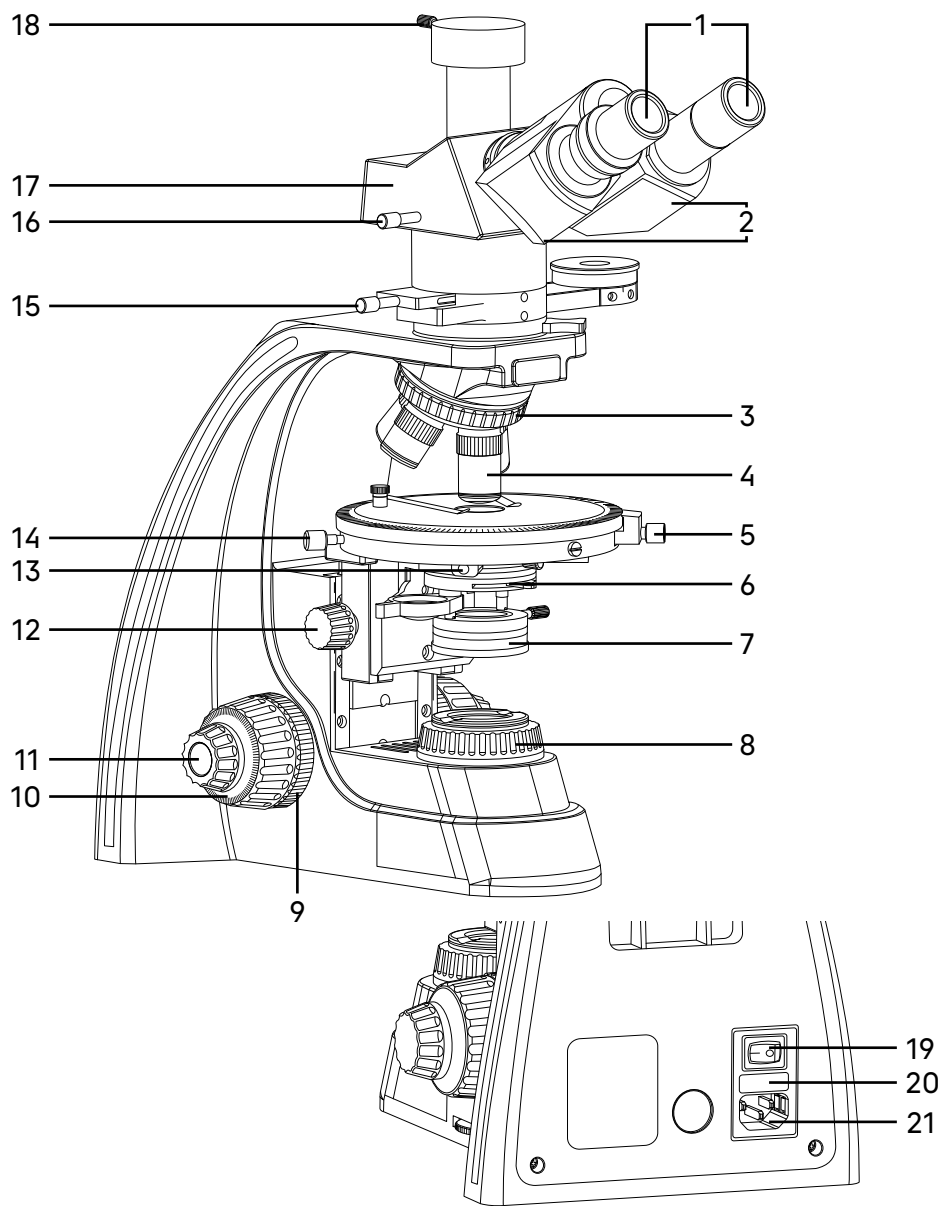
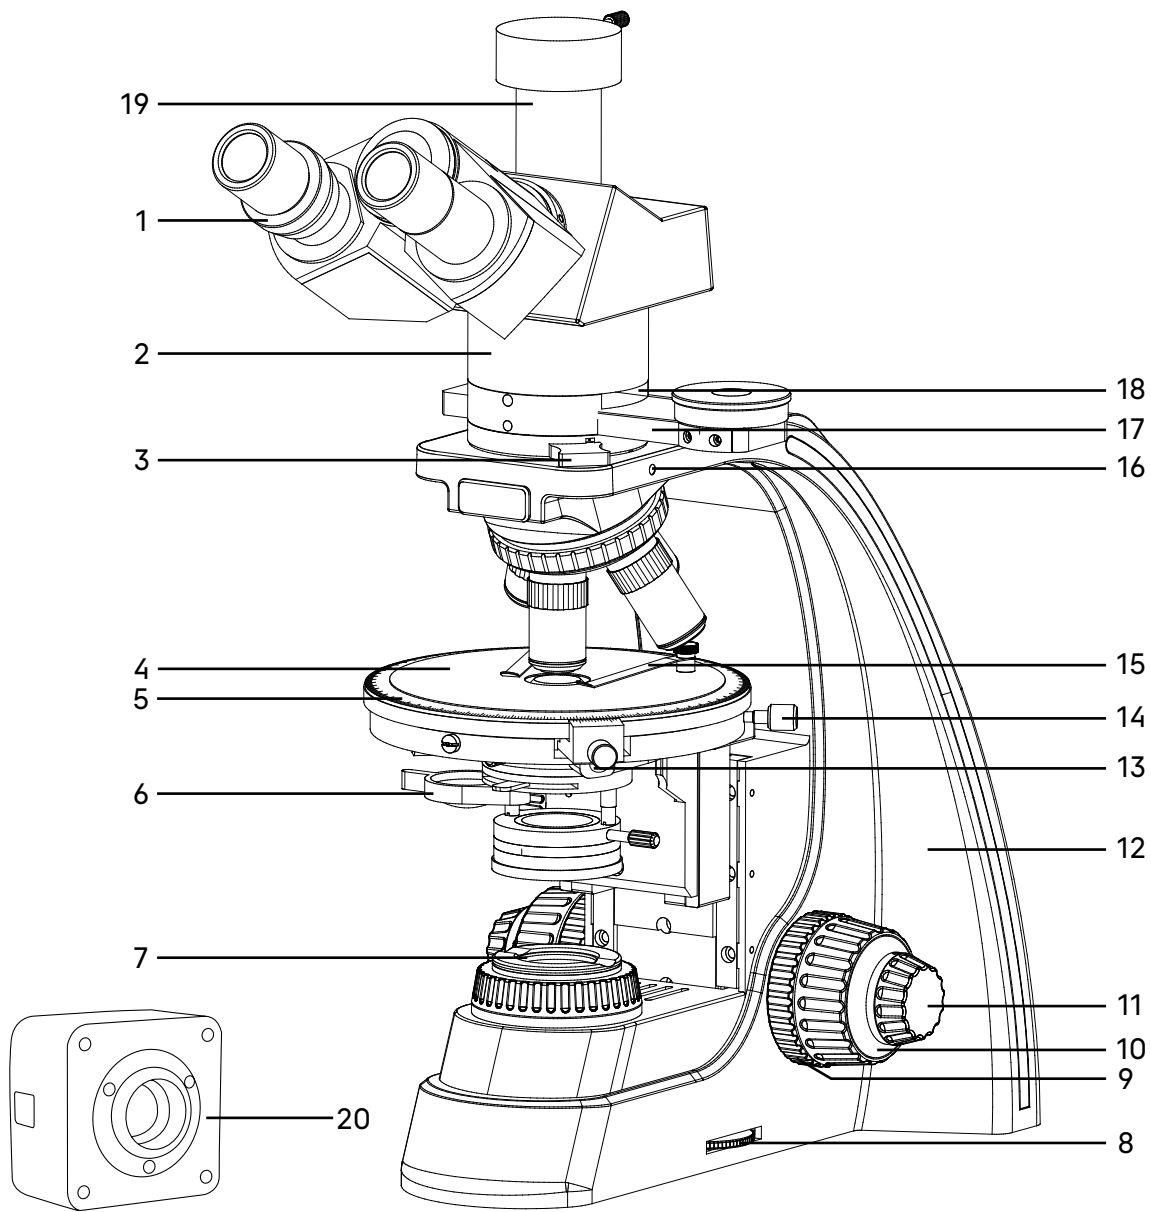

Рис. 1. Микроскоп MAGUS Pol D800. Вид слева
Рис. 2. Микроскоп MAGUS Pol D800. Вид справа
Общий вид микроскопа представлен на рис. 1 и 2.
Штатив 12 (рис. 2) имеет устойчивую эргономичную конструкцию.
- револьвер 3 (рис. 1) с объективами 4 (рис. 1);
- предметный столик 4 (рис. 2);
- кронштейн конденсора (не показан на рис. 1 и 2);
- коллектор в оправе 8 (рис. 1).
На задней стенке штатива расположены выключатель питания 19 (рис. 1), держатель предохранителя 20 (рис. 1) и разъем для сетевого шнура 21 (рис. 1), посредством которого микроскоп подключается к сети переменного тока.
На правой стенке штатива расположен диск регулировки яркости 8 (рис. 2).
Фокусировка на объект осуществляется перемещением по высоте предметного столика. Грубая фокусировка производится вращением коаксиальных рукояток 10 (рис. 1, 2), расположенных по обеим сторонам штатива.
Тонкая фокусировка производится вращением рукояток 11 (рис. 1, 2), расположенных по обеим сторонам штатива. Тонкая фокусировка требуется для более точного фокусирования на объект и для подфокусировки микроскопа на резкость изображения при смене объективов и препаратов. Цена деления тонкой фокусировки – 2 мкм.
Механизм регулировки жесткости хода грубой фокусировки 9 (рис. 2) – кольцо между штативом и рукояткой грубой фокусировки с правой стороны. С помощью кольца регулируется жесткость хода грубой фокусировки так, чтобы жесткость была комфортной для пользователя, но при этом револьвер с объективами не опускался самопроизвольно во время работы.
Механизм блокировки грубой фокусировки 9 (рис. 1) расположен с левой стороны. После завершения грубой фокусировки рекомендуется перевести рычаг в крайнее положение в направлении по часовой стрелке. Таким образом закрепится положение грубой фокусировки для быстрой рефокусировки после смены препарата.
Тринокулярная визуальная насадка 17 (рис. 1) обеспечивает визуальное наблюдение изображения объекта. Визуальная насадка устанавливается в гнездо промежуточной насадки.
В вертикальный тубус 19 (рис. 2) корпуса визуальной насадки (канал визуализации) с помощью переходника C-mount устанавливается система визуализации с монитором. Переключение светового потока на вертикальный тубус производится рукояткой 16 (рис. 1). Рукоятка имеет два положения: 100/0 и 0/100.
В комплект микроскопа входят окуляры 1 (рис. 1) и окуляр с перекрестьем. Окуляры имеют высокое положение выходного зрачка и предназначены для работы как в очках, так и без них.
Револьверное устройство 3 (рис. 2) обеспечивает установку пяти объективов. Свободное отверстие служит для настройки положения лампы осветителя отраженного света и установки дополнительного объектива. Смена объективов производится вращением револьверного устройства за конусную рифленую поверхность до фиксированного положения.